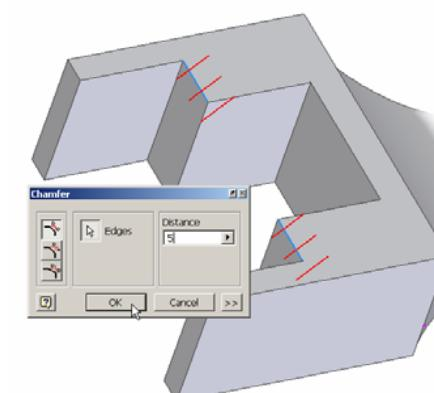

Figura 2.14.16.
Se punctează icoana **Chamfer** din panelul **Part Features**, în fereastra **Chamfer** vor fi selectate/specificate opțiunile operației, figura 2.14.16:
- se selectează cele două muchii superioare evidențiate în figura 2.14.16.